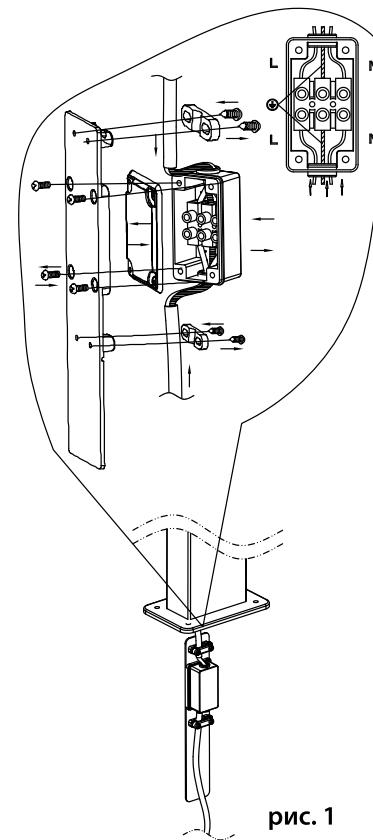
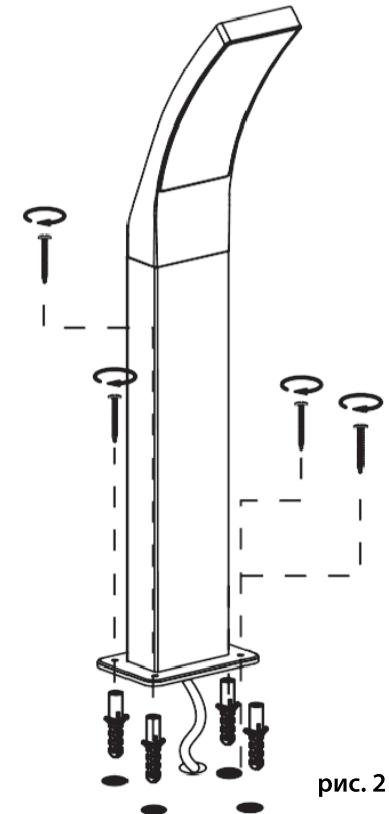

рис. 1
рис. 2
2. С помощью шестигранника снять заднюю пластиковую крышку, предварительно сняв заднюю стенку светильника - рис. 1. После подключения питания (см. далее) через клемму (внутри светильника) закрепить основание к поверхности на саморезы (в комплекте) - рис. 2.